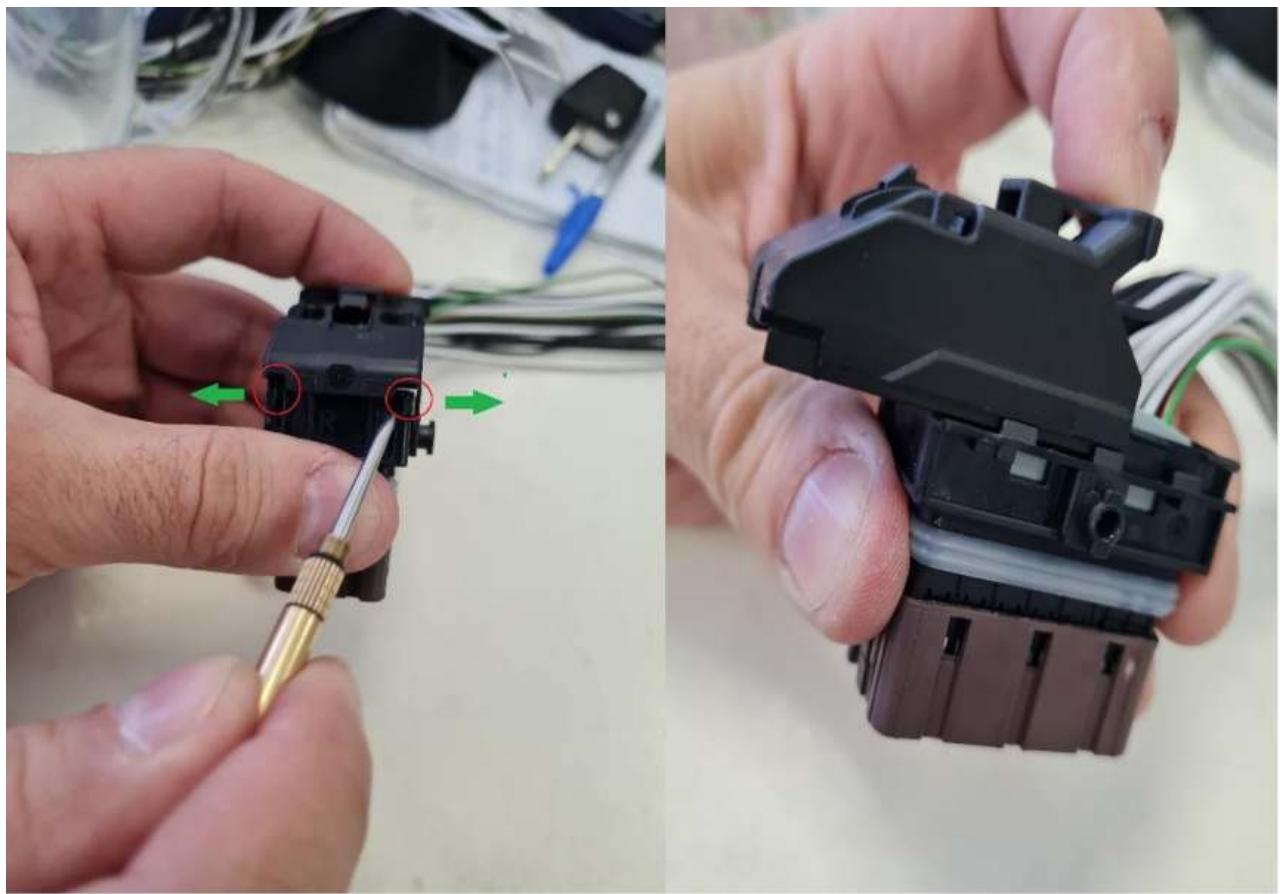

Рис.3.
5. Снять заднюю крышку разъема (рис.3).